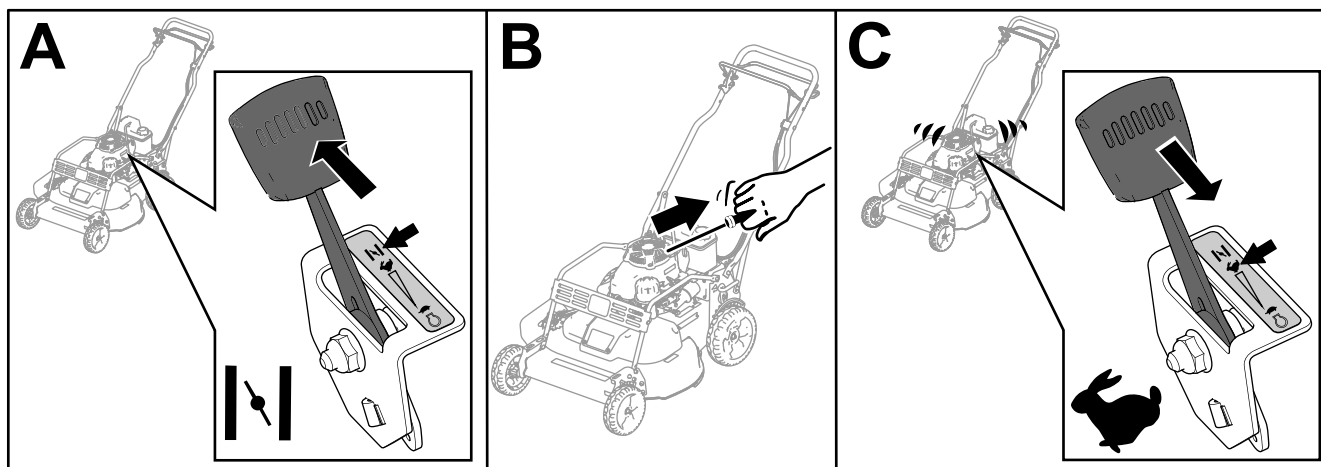

Рисунок 15
3. Установите регулятор дроссельной заслонки в положение СНОКЕ (Заслонка) (вид А на Рисунок 15).
4. Без усилия потяните на себя рукоятку механического стартера до ощущения сопротивления, после чего энергично потяните рукоятку на себя (вид В на Рисунок 15).
5. После запуска двигателя переведите регулятор дроссельной заслонки в положение FAST (Быстро) (вид С на Рисунок 15).